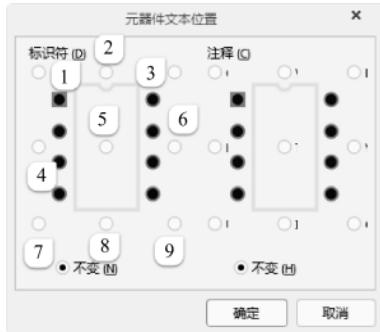

图 11-23 “元器件文本位置”对话框
- (1) 选中需要操作的元件。
- (2) 按快捷键“AP”，进入“元器件文本位置”对话框，如图 11-23 所示，该对话框中提供“标识符”和“注释”两种摆放方式，这里以“标识符”为例进行说明。
- (3) “标识符”提供向上、向下、向右、向左、左上、左下、右上、右下几种方向，可以与